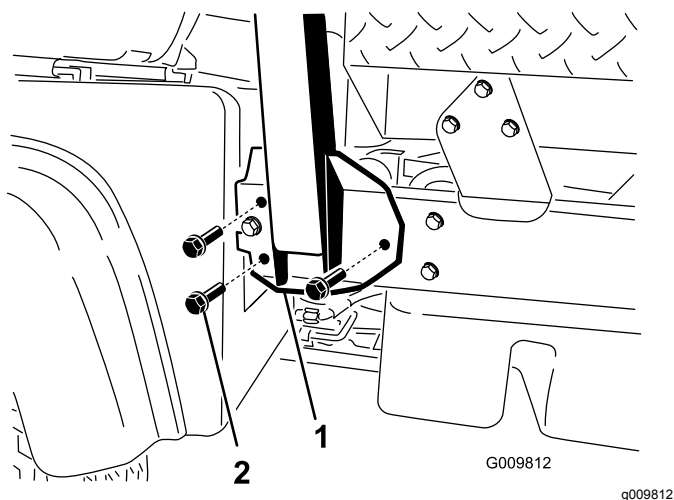

Рисунок 4
2. Совместите обе стороны конструкции ROPS с монтажными отверстиями с каждой стороны рамы автомобиля (Рисунок 4).
3. Прикрепите монтажный кронштейн конструкции ROPS к раме автомобиля с помощью 3 болтов с фланцевыми головками (½ x 1¼ дюйма) с каждой стороны (Рисунок 4).